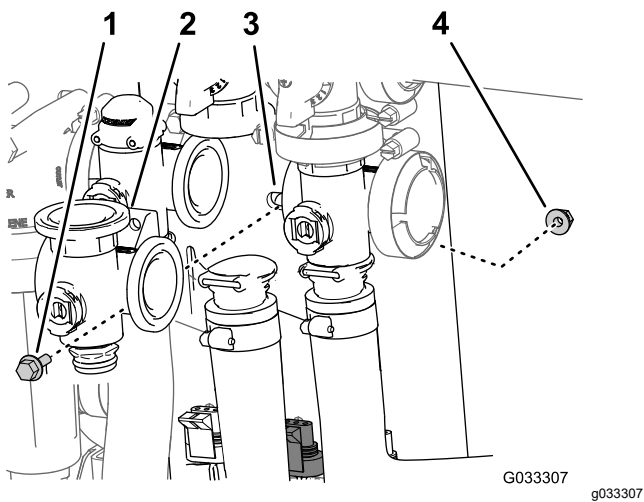

Рисунок 70
3. Отверните болт с фланцевой головкой и фланцевую контргайку, которые крепят клапан перемешивания к опоре крепления клапанов, и снимите коллектор клапана с машины (Рисунок 70).